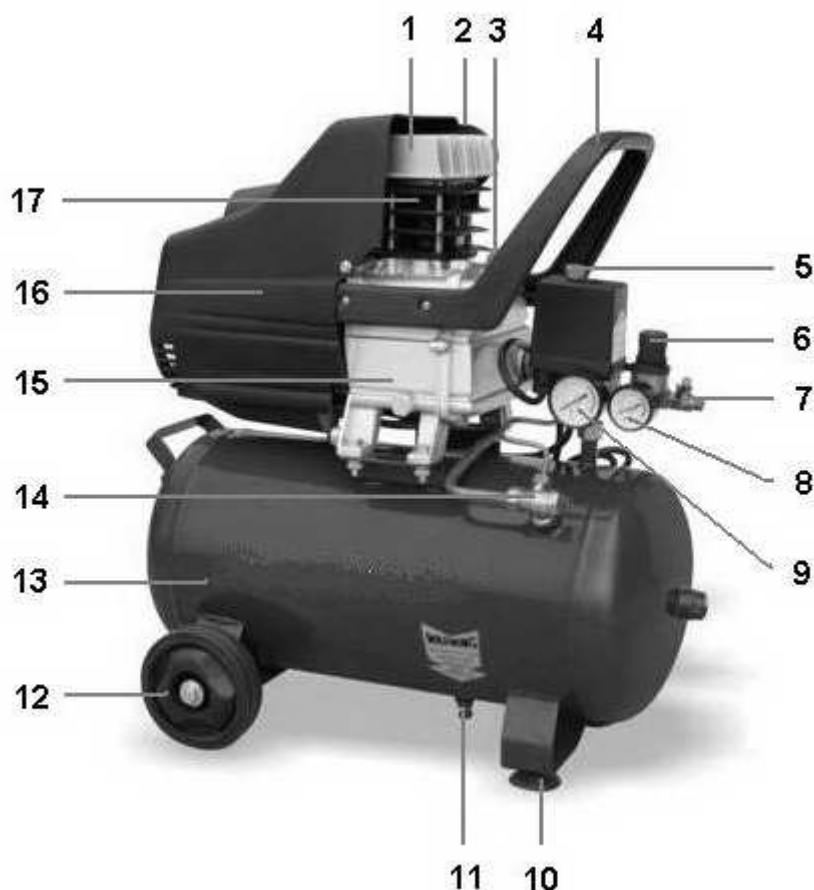
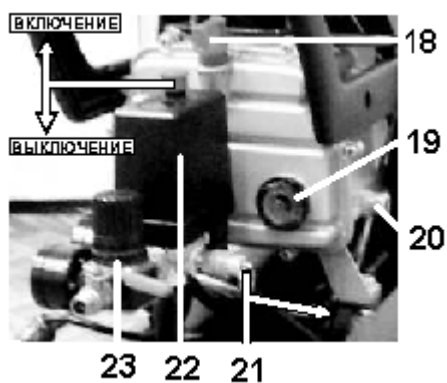

Рис.1
Рис.2
Асинхронный электрический двигатель с фазосдвигающим конденсатором и принудительной вентиляцией придает вращательное движение коленчатому валу компрессора. Коленчатый вал установлен непосредственно на вале ротора, а двигатель консольно состыкован с картером 15 (см. рис. 1) компрессора и закрыт защитой 16.
Состоит из картера 15 (рис.1), блока цилиндра 17 и крышки цилиндра 1, в которой размещена клапанная система язычкового типа. В картер заливается масло, необходимое для смазки узлов компрессора. Из крышки цилиндра сжатый воздух поступает в ресивер 13.
Ресивер 13 (см. рис.1) является накопительной емкостью для хранения сжатого воздуха. На дне ресивера установлен дренажный клапан 11, предназначенный для удаления конденсата, который образуется в процессе работы компрессора.
Компрессор имеет пневмоэлектрическое реле-выключатель 22 (см. рис.2) Ручное включение или выключение компрессора осуществляется перемещением кнопки выключателя вверх или вниз так, как показано на рис.2. После ручного включения компрессора, реле-выключатель контролирует давление во внутренней магистрали высокого давления (контур ресивера) и автоматически выключает электродвигатель, когда давление в ресивере достигнет 8 бар, и включает его, когда давление в контуре падает до 6 бар. Оценить давление воздуха во внутренней магистрали высокого давления можно по манометру 9 (рис.1)
Во внутренней магистрали высокого давления (контур ресивера) установлен предохранительный клапан 21 (рис.2). Этот механический клапан является дополнительной защитой контура ресивера от чрезмерного давления в магистрали и срабатывает при давлении 8,8 бар. Предохранительным клапаном можно стравливать воздух из внутренней магистрали вручную.
Вентиль внешней магистрали 7 (рис.1) предназначен для отключения/подключения внешней магистрали к внутренней магистрали компрессора через выходной редуктор. Выходной редуктор 23 (рис.2) предназначен для обеспечения и поддержания во внешней магистрали давления, необходимого для работы конкретного пневматического инструмента. Регулировка величины давления осуществляется ручкой редуктора 6 (рис.1) при открытом вентиле 7 и работающем сменном инструменте. Контролируется давление с помощью манометра 8 (рис.1).
- Установите демпфер 10 (рис.1), колеса 12, используя входящий в комплект поставки крепеж, а также воздушный фильтр!
Внимание! Перед первым включением компрессора необходимо залить масло в картер 15 (рис. 1).
Для заливки масла открутите сапун 18 (рис.2) и залейте приблизительно 0,25 л масла в отверстие. Дайте стечь маслу, выждав приблизительно 10 минут, и долейте, если необходимо, столько масла, чтобы его уровень совпадал с меткой в окне указателя уровня масла 19 (рис.2). Установите на место сапун.